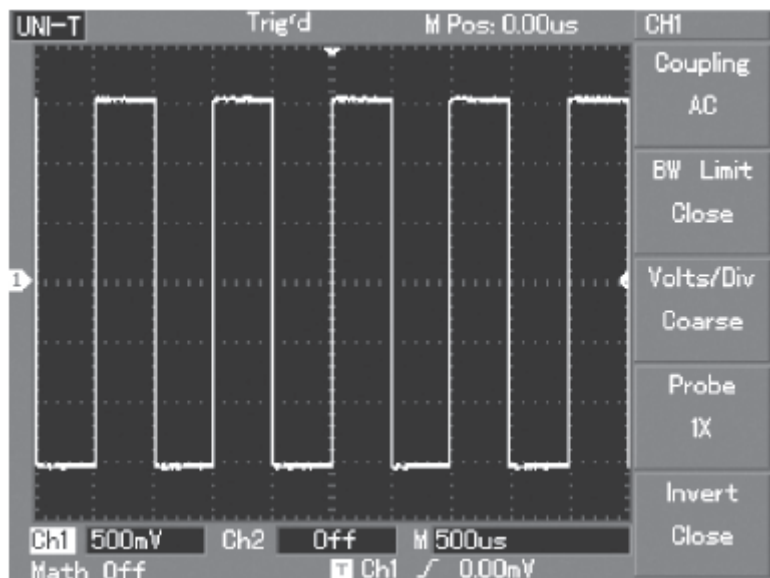

Рис. 1-7 Сигнал компенсации щупа
3) Подсоедините конец щупа и заземление к соответствующим терминалам сигнала компенсации щупа. Нажмите AUTO и через пару секунд Вы увидите на дисплее прямоугольную волну примерно в 3 В от верхней точки до нижней в 1 кГц (см. рис. 1-7). Повторите процедуру для проверки CH2. Чтобы закрыть CH1 нажмите кнопку функций OFF, потом нажмите кнопку функций CH2, чтобы открыть CH2. Повторите действия 2 и 3.